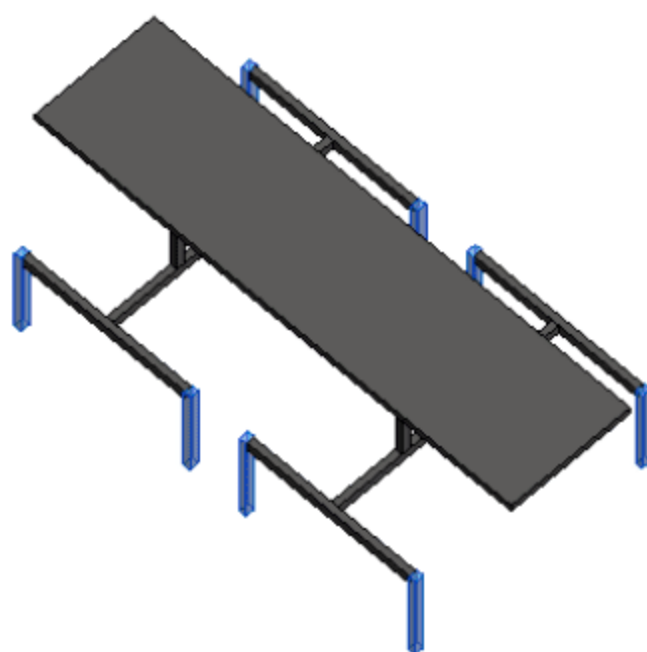

图 8.3.33 支架 F 效果图
(15) 编辑可见性并添加材质。首先,选中支架 F 图元,在“属性”面板中编辑“可见性/图形替换”选项,取消“平面/天花板平面视图”复选框的选择,单击“确定”按钮。其次,添加支架 F 的材质,选择或添加“不锈钢”类型,单击“确定”按钮,如图 8.3.33 所示。